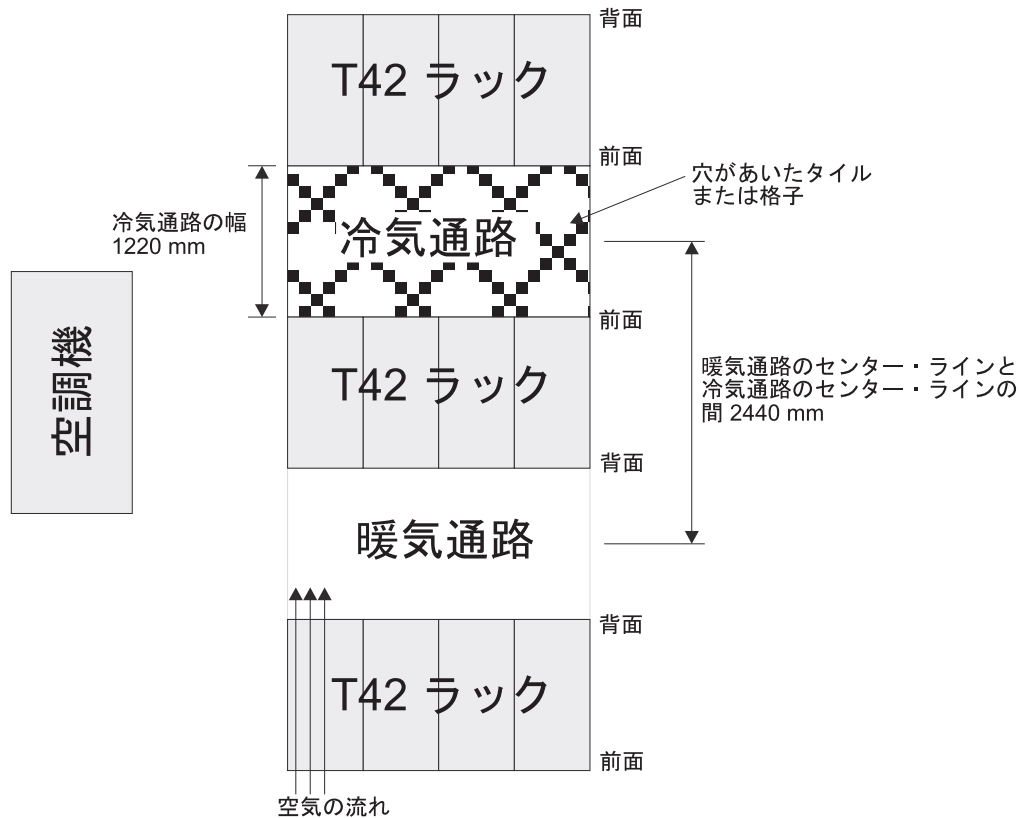

図 15. 冷気通路/暖気通路ラック構成の例
- 空気はラックの前面から入り、背面から出るようにすること。ラックから出る空気が、別の装置の取り入れ口に入らないようにするために、ラックを、背面と背面、あるいは前面と前面を合わせるようにして交互の列に配置する必要があります。この配置方法は**冷氣通路**と**暖気通路**と呼ばれ、25 ページの図 15 にその図を示しました。